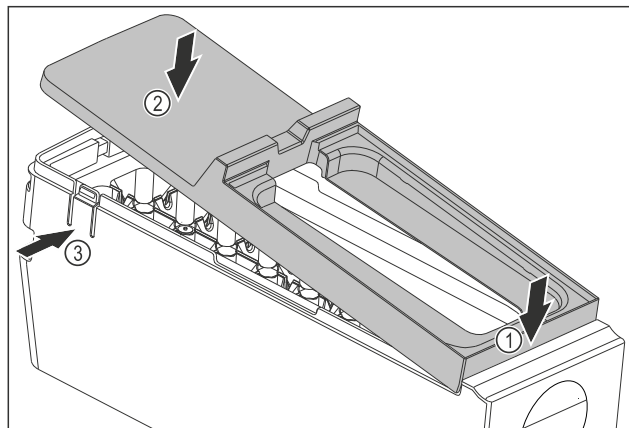

Fig. 139
- Смонтируйте крышку корпуса EasyTwist-Ice: Установите крышку спереди. Fig. 139 (1)
- Опустите крышку сзади. Fig. 139 (2)
- ▷ Крышка со щелчком фиксируется в накладках Fig. 139 (3).